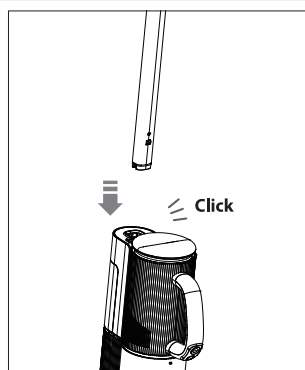

Fig. 5 – Montaje del asa
- ▶ Introduzca el asa en el cuerpo del aparato hasta que encaje de forma audible. El asa debe estar bien fijada en el aparato (véase Fig. 5).